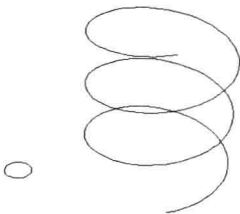
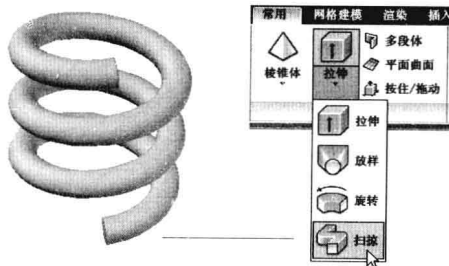

图 8-3-8
图 8-3-9
(1) 绘制一个圆和一条螺旋线的图形文件，如图8-3-8所示。
(2) 在“建模”面板中单击“扫掠”按钮，命令行提示“选择要扫掠的对象”，单击圆，按Enter键。
(3) 命令行提示“选择扫掠路径或 [对齐 (A)/ 基点 (B)/ 比例 (S)/ 扭曲 (T)]”，单击螺旋线，即可沿螺旋线这条路径创建一个螺旋管实体，如图8-3-9所示。